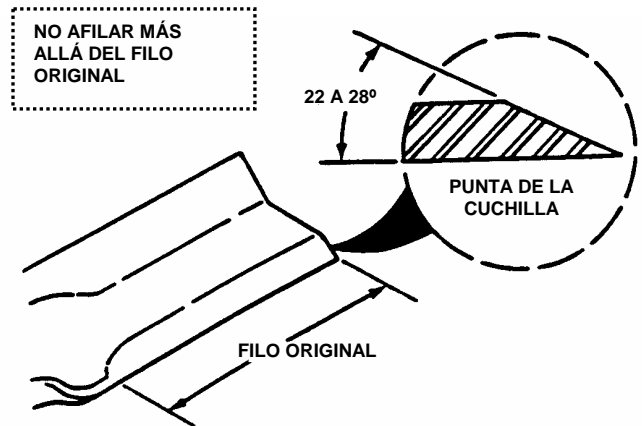

FIGURA 4.12
6. Si la cuchilla está en buen estado, afílela en un ángulo de 22 a 28 grados. **NO** afíle más allá del filo (borde cortante) existente. Vea la figura 4.12.